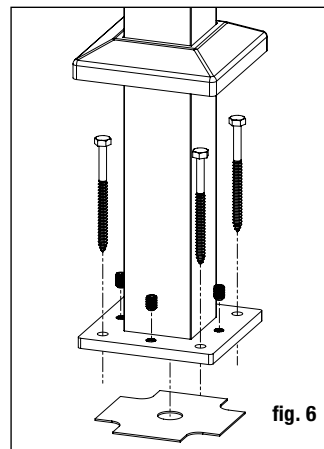

fig. 6
Étape 5 Repositionnez l'assemblage de poteau avec la plaque de nivellement insérée entre le pont et la base du poteau et alignée avec les trous pré-perçés. Insérez les attaches de poteau (**NON INCLUS**) et serrez partiellement. À l'aide d'un niveau, ajustez les vis de réglage de mise à niveau avec une clé Allen 3/16 po jusqu'à ce que le poteau soit d'aplomb. Serrez complètement les attaches de poteau pour fixer la base à la structure du pont. *Remarque: Tire-fonds recommandés de 5/16 po x 4 po ou plus.* (fig. 6)